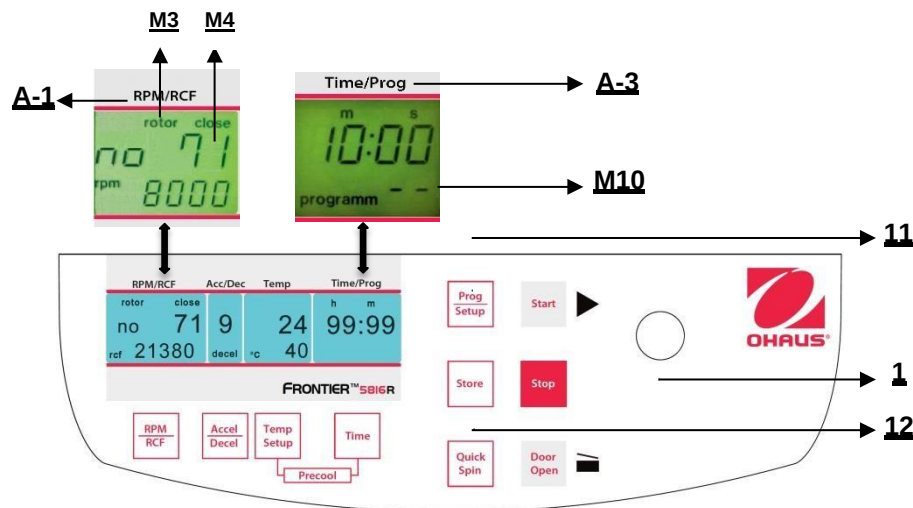

Abbildung. 25
Um gespeicherte Programme aufzurufen, drücken Sie die Taste **"Prog/Setup"** (11) (siehe Abbildung 25), während der Deckel bereits geschlossen ist. Innerhalb der Anzeige **"Time/Prog"** (A-3) erscheint **"programm--"** (M10). Die gewünschte Programmnummer kann vorab mit dem Anpassungsknopf (1) ausgewählt werden.
Um den Programmmodus zu verlassen, drücken Sie lediglich die Taste **"Prog/Setup"** (11) (siehe Abbildung 25). Dann erscheint innerhalb der Anzeige **"Time/Prog"** das Wort **"programm--"**.